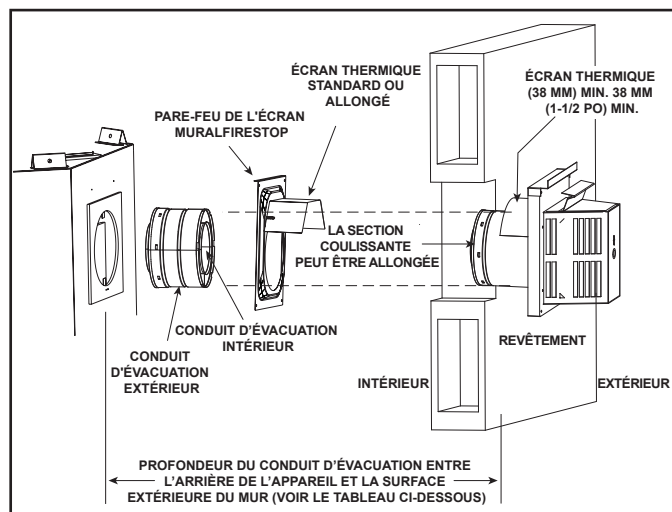

Figure 7.14 Conduit d'évacuation traversant le mur
- **NE PAS** enlever les écrans thermiques fixés à l'écran mural pare-feu et au chapeau de l'extrémité horizontale (présenté à la figure 7.14).
L'écran thermique est en deux parties. L'une des parties a été fixée à l'écran pare-feu du mur lors de la fabrication. L'autre partie a été fixée au chapeau de la cheminée lors de la fabrication. Voir la figure 7.14.